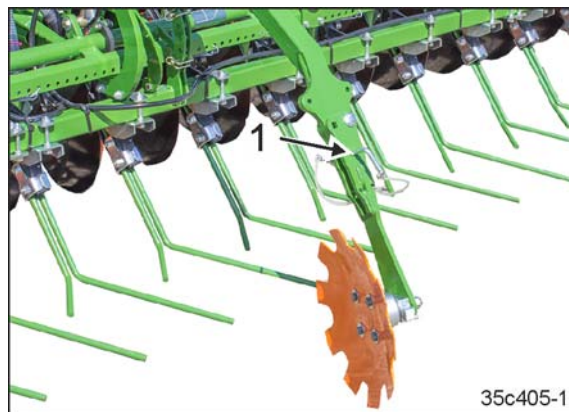

Fig. 241
3. Die Verbindung mit dem Bolzen (Fig. 241/1) abstecken und sichern.